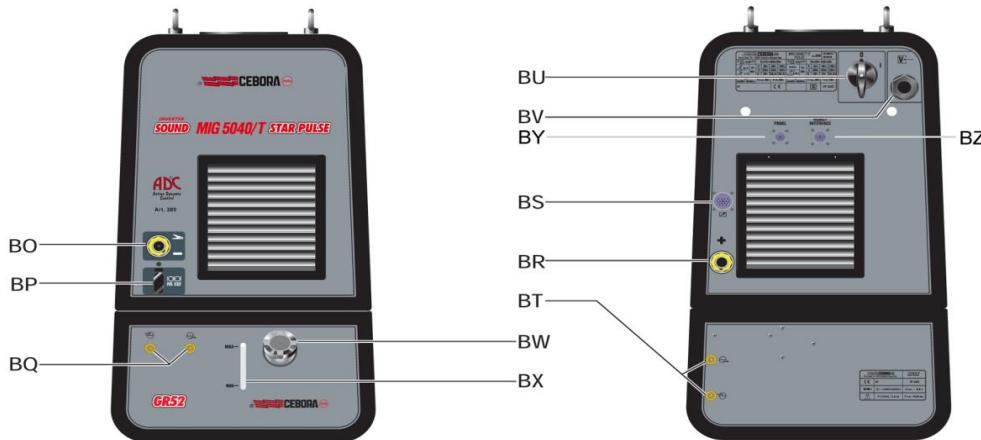

Abb. 3
Die Stromversorgung des Schweißsystems mit dem Schalter **BU** der Stromquelle (Abb. 3) einschalten.
3.3 Inbetriebnahme des Kühlaggregats (Abb. 3).
4.2 Beschreibung der Stromquelle (Abb. 3).
5.2 Beschreibung des Kühlaggregats (Abb. 3).